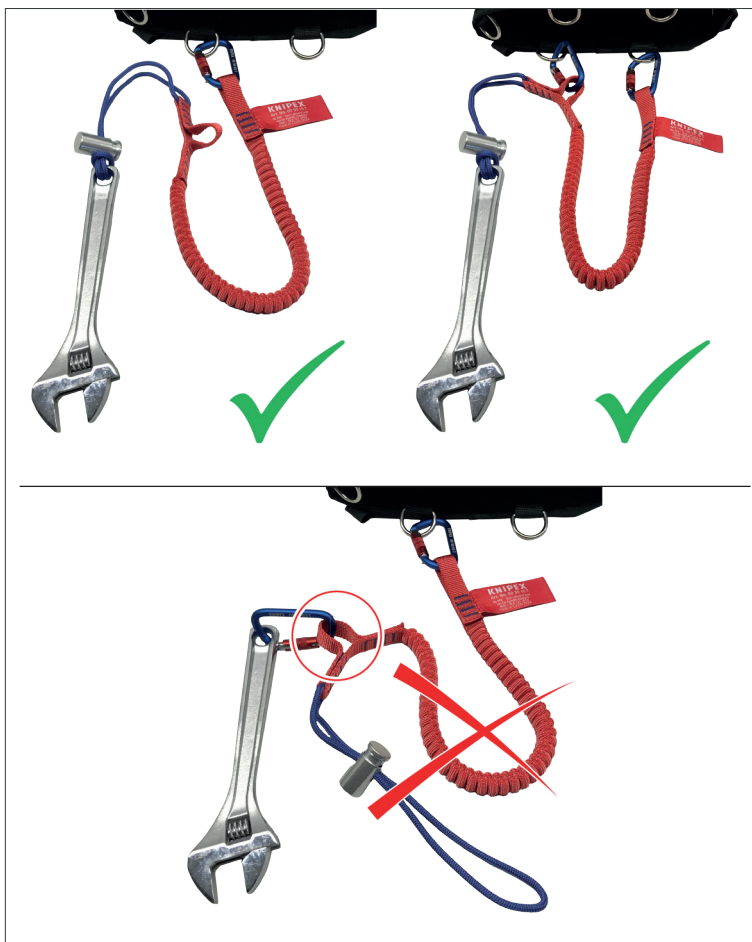

Fig. 10: Verkorte verbinding
- Gebruik de korte bevestigingslus niet om gereedschap vast te zetten (Fig. 10).
- Gebruik nooit de platte riemlus voor verkorte bevestiging aan valbeveiliging (afb. 10).
Deze platte riemlus voor verkorte verbinding mag nooit worden gebruikt om een gereedschap te beveiligen tegen vallen (afb. 10).